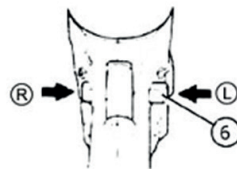

Рис. 5
Переключатель заднего хода (6) (см. Рис. 5) можно использовать только после полной остановки двигателя.
Для предотвращения аварии при запуске инструмент имеет специальную опцию блокировки. Рекомендуется использовать эту опцию, когда инструмент не используется или заменяется сверло. Эта опция включается переводом кнопки реверса в среднее положение (см. Рис. 5).